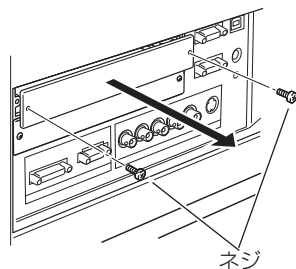

図 1
- 1 交換する接続端子のネジ 2 本を外します。(図 1)
- 2 接続端子をプロジェクター本体から引き出します。(図 1)